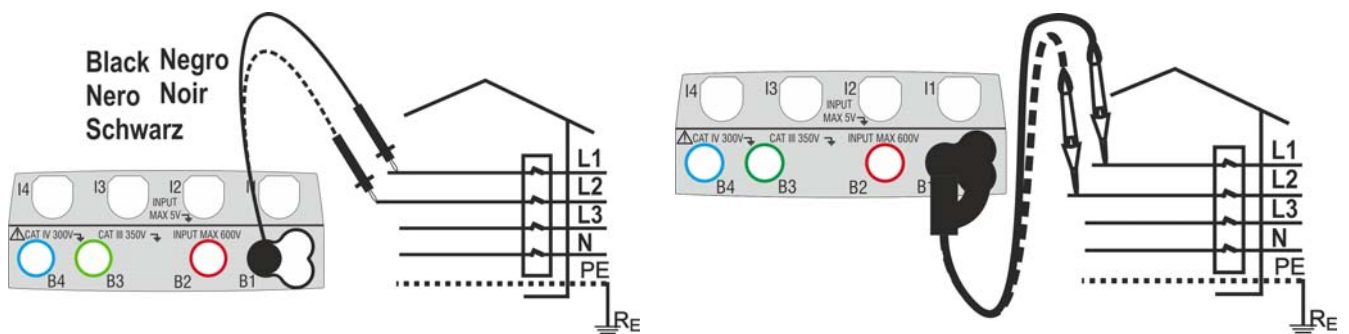
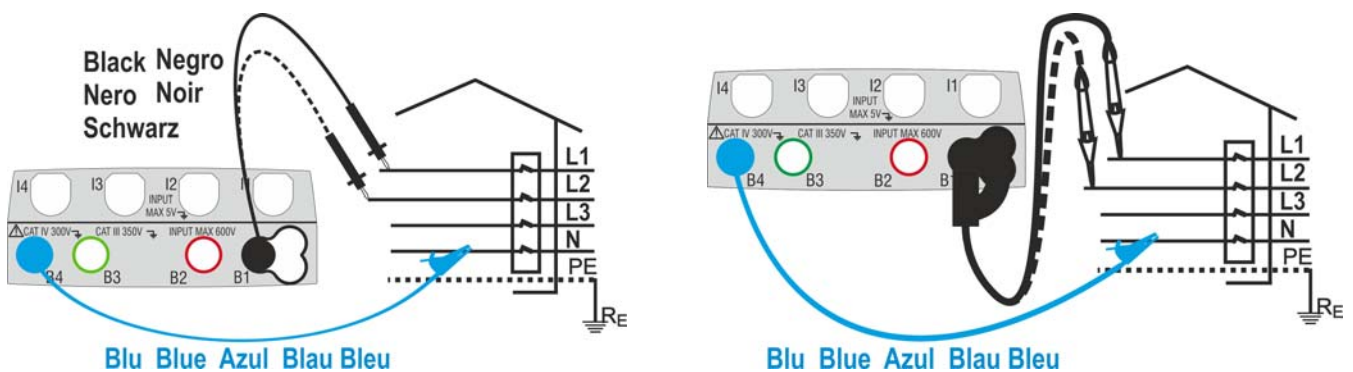

Fig. 23: Verifica del senso ciclico delle fasi 1T con terminale e puntale remoto
Fig. 24: Verifica del senso ciclico delle fasi 2T con terminale e puntale remoto
3. Inserire i connettori blu e nero dei cavi singoli nei corrispondenti terminali di ingresso dello strumento B4, B1 (misura 2T). Inserire all'estremità dei cavi rimasta libera i corrispondenti coccodrilli o puntali. Eventualmente utilizzare il puntale remoto inserendone il connettore multipolare nel terminale di ingresso B1. Connettere i coccodrilli, puntali o il puntale remoto alla fase L1 e N in accordo alle Fig. 23 e Fig. 24
In queste condizioni connettere i coccodrilli, puntali o il puntale remoto alla fase L2 e N in accordo alle Fig. 23 e Fig. 24